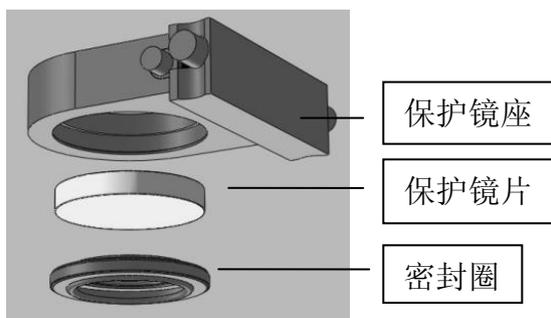

图 10
- 1、将保护镜座、镜片、密封圈从下到上依次放好，压紧，如图 10。